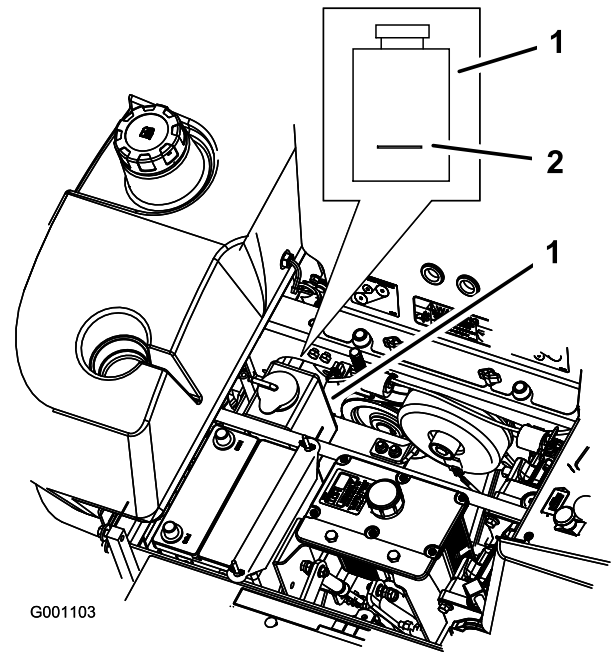

Bild 79
4. Überprüfen Sie bei abgekühltem Motor den Stand des Überlaufgefäßes. Der Flüssigkeitsstand muss mindestens das Niveau der an der Außenseite der Überlaufgefäßes angebrachten Markierung haben (Bild 79).
5. Ist der Kühlmittelstand zu niedrig, so wird ein 50/50 Gemisch aus Frostschutzmittel/Dex-Cool® und Wasser in das Überlaufgefäß gegeben (Bild 79).
6. Geben Sie das 50/50 Kühlmittelgemisch in das Überlaufgefäß bis zur am Gefäß angebrachten Markierung (Bild 79).